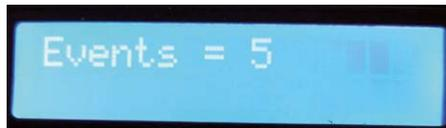

Figure 6.19 Affichage des événements totaux à tout moment
- Rejoindre tous les nœuds comme dans la figure 6.17 et cliquer **Déployer**. Chaque fois que le bouton est enfoncé, le nombre d'événements augmente de 1 et la valeur totale s'affiche à l'écran comme indiqué sur la figure 6.19.